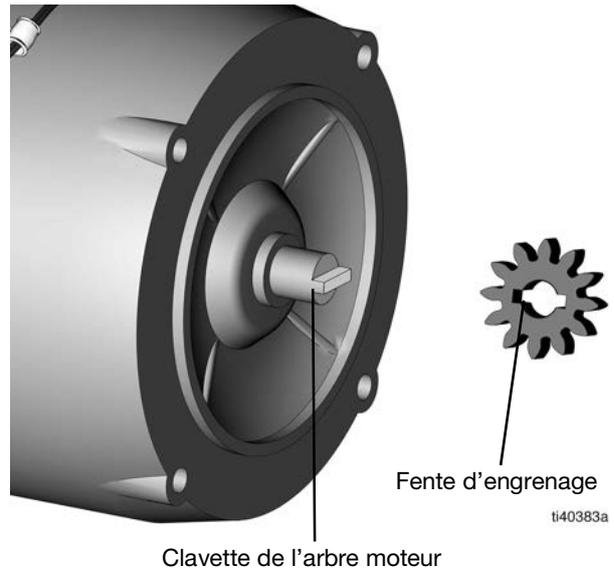
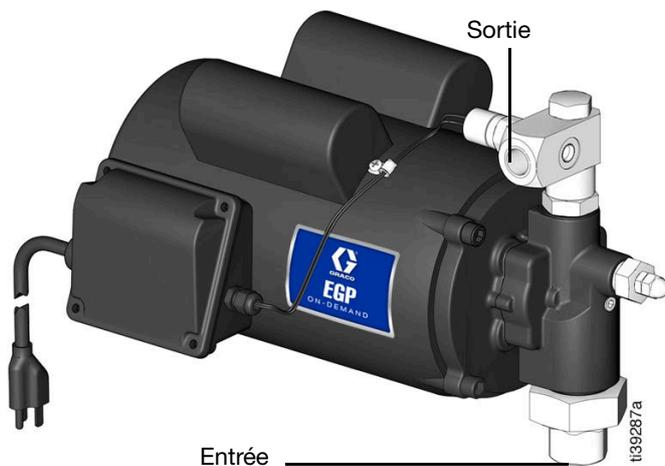

FIG. 31
FIG. 33
5. Mettez l'ensemble du boîtier de pompe sur le moteur. La clavette de l'arbre du moteur doit correspondre à la fente de l'engrenage sur le couvercle intérieur. La sortie de la pompe doit être orientée vers le haut et la boîte à bornes doit être centrée entre la sortie et l'entrée de la pompe (FIG. 31 et FIG. 33).